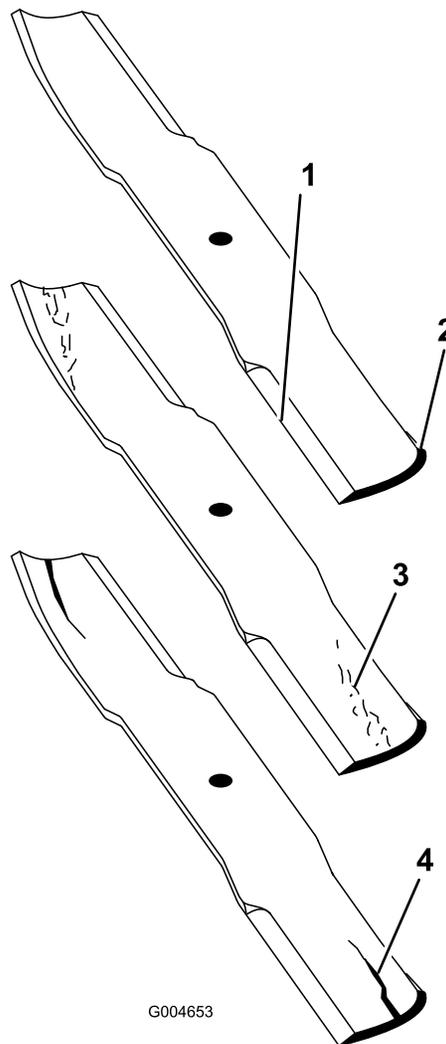

Figura 83
2. Examine cuidadosamente as extremidades da lâmina, prestando especial atenção à zona onde se encontram as partes curvas e planas da lâmina (Figura 83). Deverá verificar o estado da lâmina antes da operação de corte, já que a areia e outro material abrasivo poderá desgastar o metal que liga a parte curva e plana da lâmina. Se verificar que esta zona se encontra desgastada (Figura 83), substitua a lâmina.